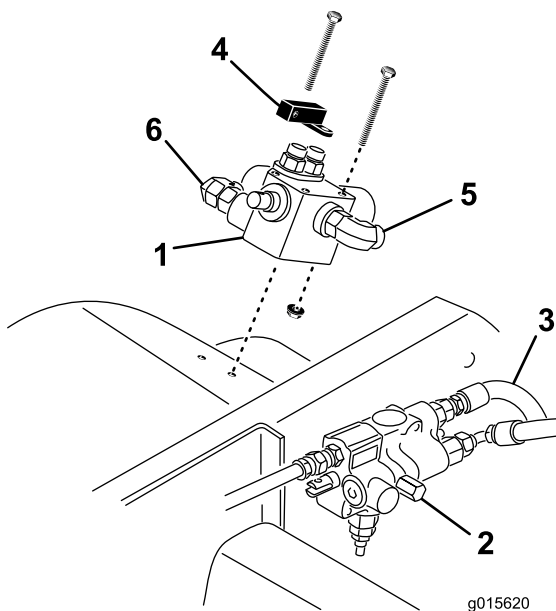

Bild 4
- Befestigen Sie das Regelventil und den Drehgriff mit drei Schrauben (1/4 x 2-3/4") und Bundmuttern (1/4") am rechten Kotflügel, wie in Bild 4 abgebildet.
5. Stellen Sie eine Auffangwanne unter das Hubventil (Bild 4).
6. Schließen Sie den Lenkschlauch (Bild 4) von der Anschlussstelle „P“ (hintere Anschlussstelle oben) des Hubventils ab.
7. Schließen Sie den Lenkschlauch (von der Anschlussstelle „P“ am Hubventil) am 90-Grad-Anschlussstück an der Bedienerseite des Regelventils an (Bild 4).
8. Schließen Sie den Hydraulikschlauch mit einem geraden Anschlussstück und einem 45-Grad-Anschlussstück an die Anschlussstelle „P“ des Hubventils und an das 90-Grad-Anschlussstück außen am Regelventil an (Bild 4).